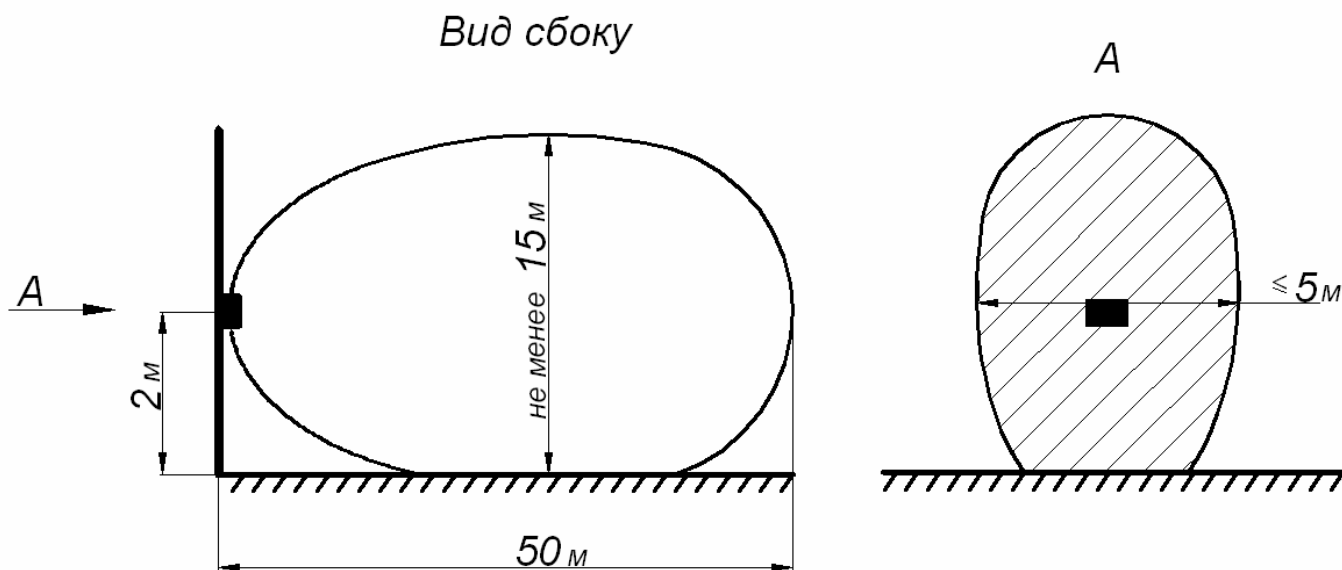

Рисунок 3.1
3.3 Размеры ЗО при установке извещателей (раздел 3.2) вдоль стены («штора») см. рис.3.1.